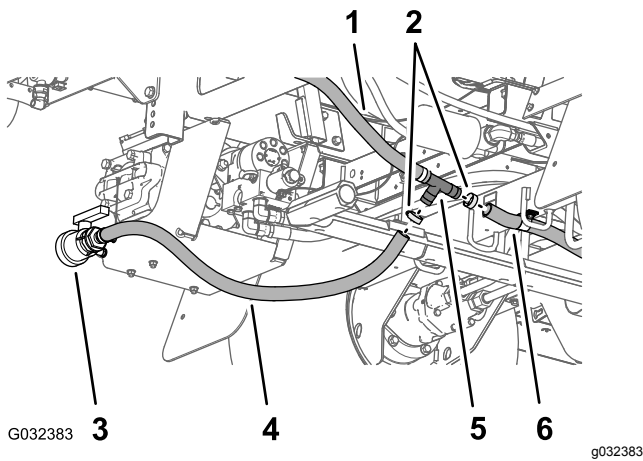

Figura 52
4. Retire as braçadeiras de tubos que prendem o tubo da válvula de drenagem e o tubo de drenagem do depósito traseiro à união rosca em T (Figura 52).